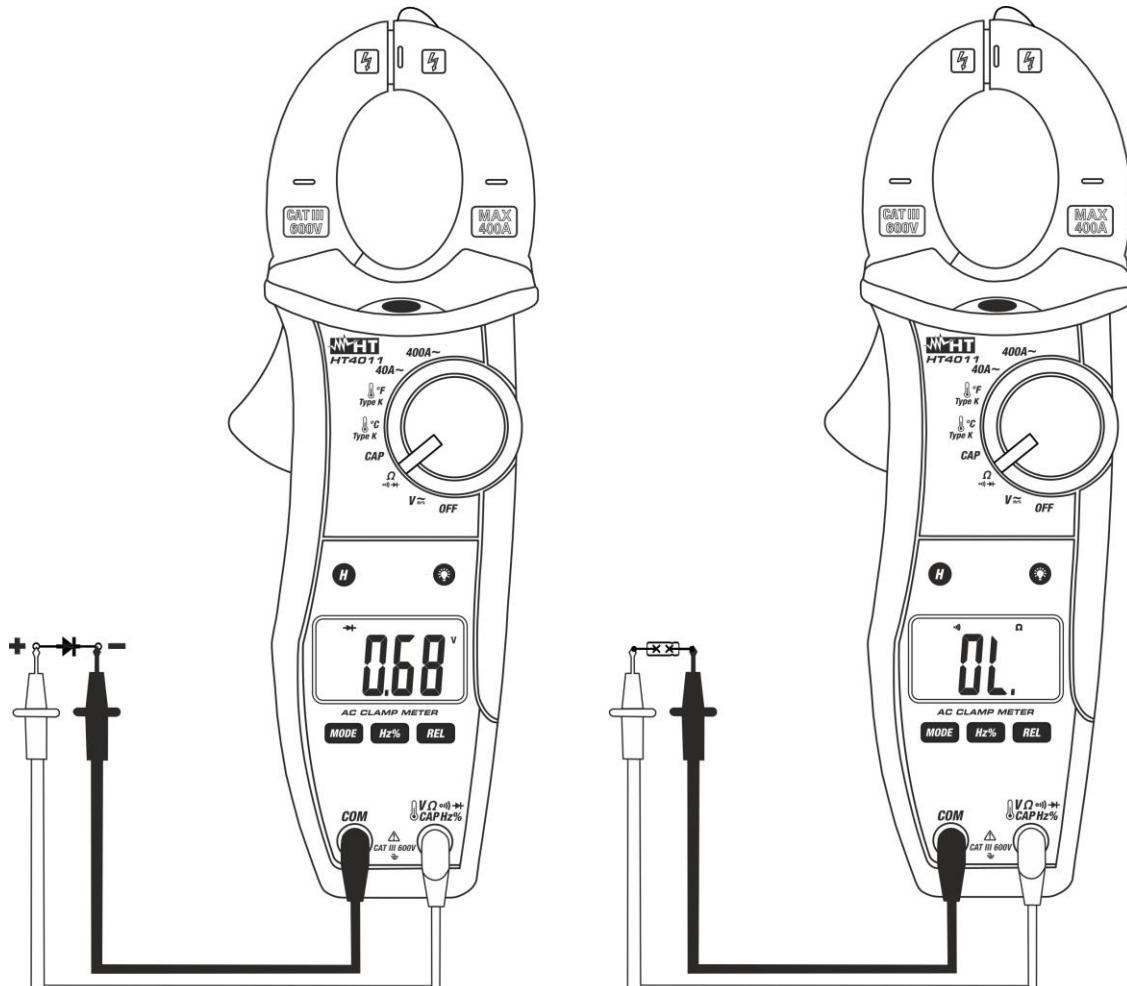

Abb. 2: Verwendung der Zange für Durchgangstest und Dioden-Test
3. Verbinden Sie die rote Messleitung mit der $\text{V}\Omega\rightarrow$ **CAPHz%** Eingangsbuchse, und die schwarze Messleitung mit der **COM** Eingangsbuchse und führen Sie den Durchgangstest des zu messenden Objekts durch (siehe Abb. 2 – rechte Seite). Der Summer ertönt, wenn der Wert des gemessenen Widerstands niedriger als 150 ist. Ω